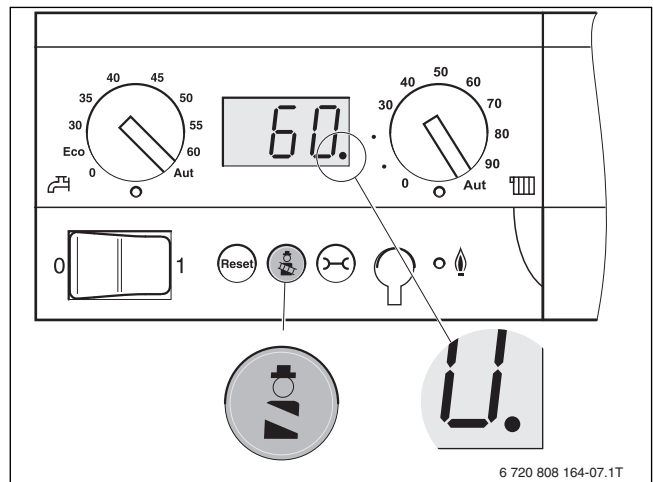

Bild 52 Basiscontroller Logamatic BC10
- ▶ Abgastest am Basiscontroller Logamatic BC10 aufrufen, hierzu Taste **Abgastest** solange drücken, bis der Dezimalpunkt in der Statusanzeige erscheint (→ Bild 52, Seite 34).